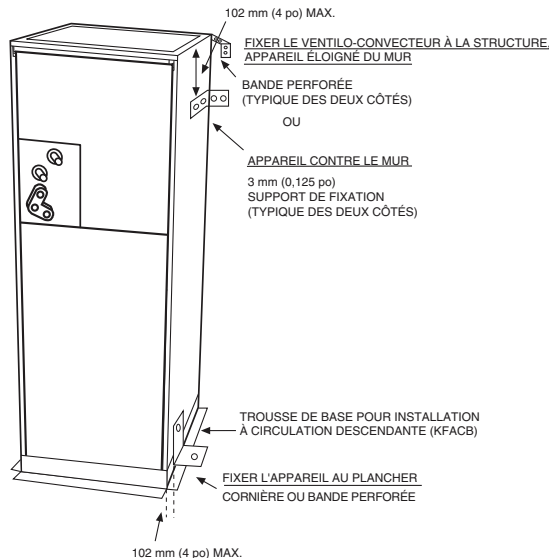

Fig. 8 - Serpentín en A
- b. Si le ventilateur-convecteur se trouve contre un mur, fixez-le au poteau mural au moyen de cornières de 3 mm (1/8 po) d'épaisseur. Fixez les supports au ventilateur-convecteur au moyen de vis autotaraudeuses n° 10 et au poteau mural au moyen de vis tire-fond de 5/16 po. (Consultez la figure 8.)